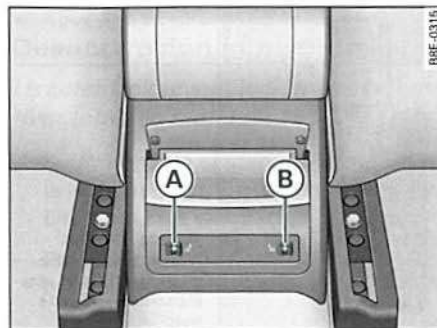

Fig. 136 Consola central trasera: Ruedecillas moleteadas para la calefacción del asiento
- Gire la ruedecilla moleteada A o bien B ⇒ fig. 136 para activar la calefacción* de las plazas izquierda y derecha del asiento trasero y para regular el nivel de calefacción.